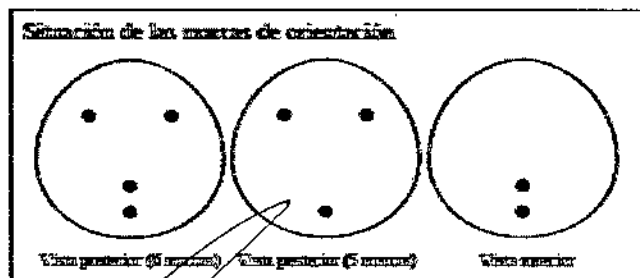

FIGURA 1
- Los medidores reesterilizables Natrelle™ 410 incluyen marcas de orientación (ver figura 1 a continuación).